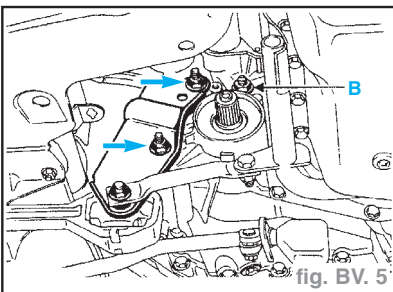

fig. BV. 5
- Déposer l'écrou (B) (fig. BV. 5).